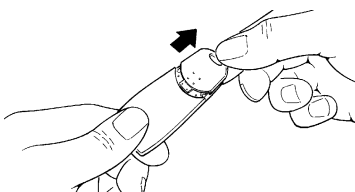

Abb. 9
1. Den Boden durch Ziehen öffnen – siehe Abbildung 9.